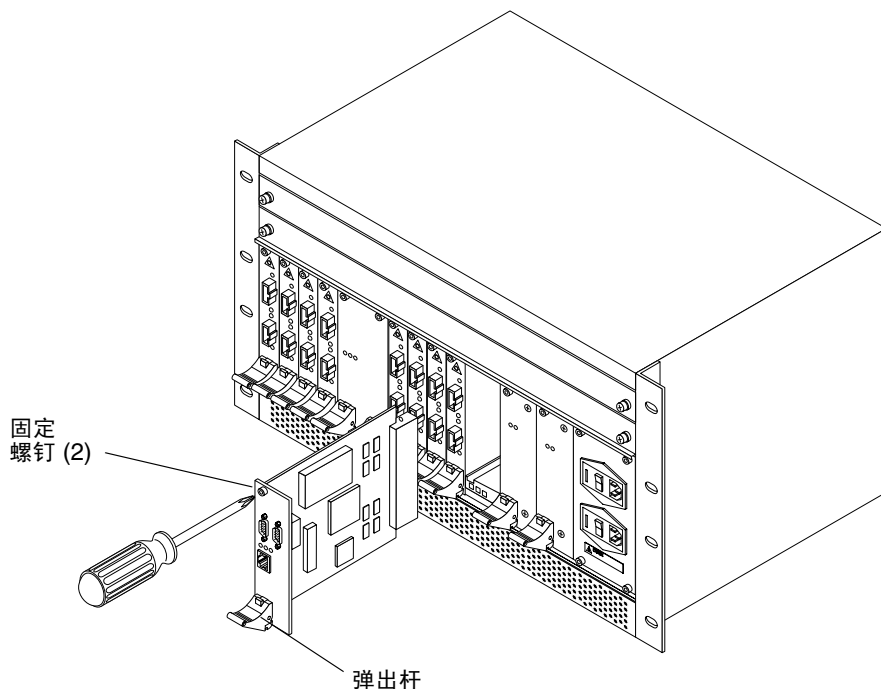

图 4-2 替换交换机系统控制器
5. 拧松模块顶部和底部的固定螺钉（图 4-2）。
2. 按下替换模块弹出杆上的红色按钮，解除弹出杆锁定（图 4-2）。